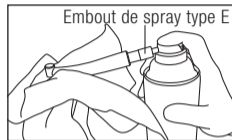

Fig. 17
❶ Fixez un embout de pulvérisation de type E à l'embout du PANA SPRAY Plus.
❷ Agitez le contenant 3 ou 4 fois, puis insérez l'embout de pulvérisation de type E à l'arrière de la pièce à main, en tenant sa tête avec un tissu, etc.
❸ Tenez la pièce à main et pulvérisez pendant 2 ou 3 secondes, jusqu'à ce que de l'huile sorte par la tête de la pièce à main (Fig. 17). Répétez la lubrification jusqu'à ce que les corps étrangers cessent de sortir par l'extrémité.